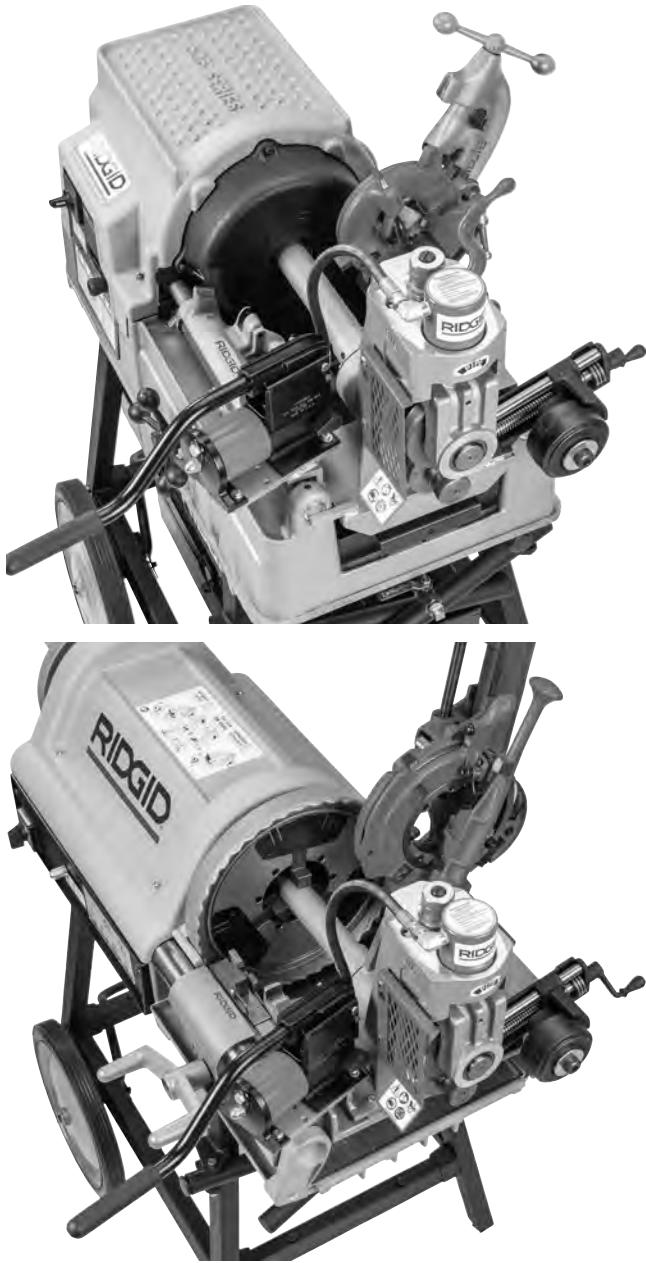

Figure 10 – 918 montée sur 535A et 1224
5. Avec la 918 en position à l'extrémité de la fileteuse, serrez le mandrin avant à fond sur l'arbre de transmission (Figure 10).